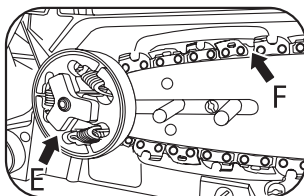

Рис. 3E
5. Заведите цепь за ведущее цепное колесо (E). Проверьте, хорошо ли поставлены звенья цепи между зубьями цепного колеса (Рис. 3E).
6. Вставьте звенья в паз шины (F) по периферии (Рис. 3E).